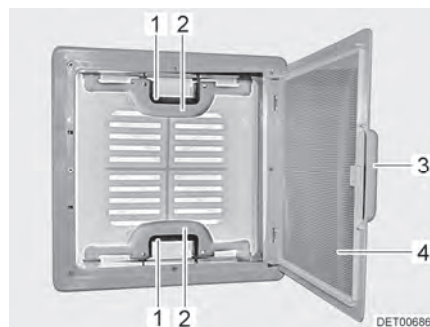

Fig. 28 Claraboya con cierre de resorte
- Tirar del tirador (Fig. 28,3).
- Plegar hacia abajo la protección contra insectos (Fig. 28,4).
- Presionar el cierre de resorte (Fig. 28,1) hacia el lado interior de la claraboya. Presionar simultáneamente hacia arriba la claraboya con el tirador (Fig. 28,2).
- Plegar hacia arriba la protección contra insectos (Fig. 28,4) hasta que engatille.
- Tirar la claraboya enérgicamente hacia abajo por los dos tiradores (Fig. 28,2), hasta que los dos cierres de resorte (Fig. 28,1) hayan engatillado.